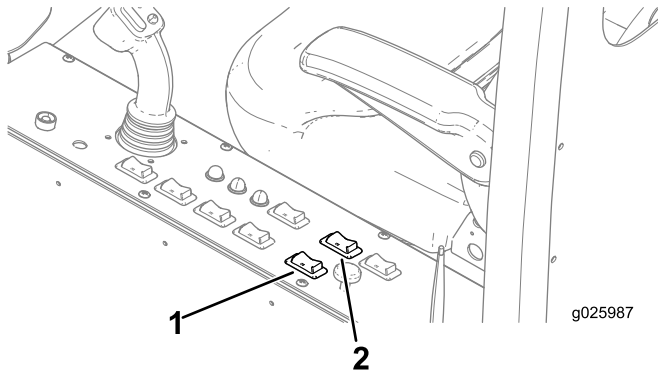

Figura 93
1. Pressione para trás o interruptor de movimentação (até que a cabine pare) para colocar a cabine na posição de perfuração (Figura 93).
2. Pressione para trás o interruptor de giro para girar a cabine até a posição desejada (Figura 93).
1. Pressione para frente o interruptor de giro (até que a cabine pare) para girar a cabine até a posição de transporte (Figura 93).
2. Pressione para frente o interruptor de movimentação (até que a cabine pare) para movimentar a cabine até a posição de transporte (Figura 93).